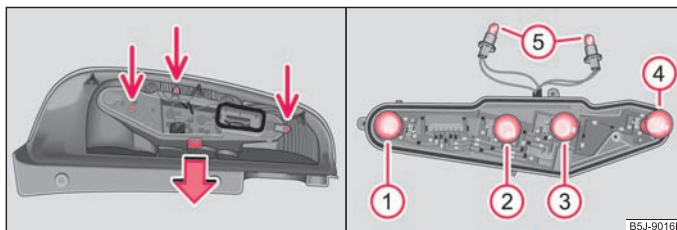

Fig. 171 Demontarea părții centrale a lămpii / Poziția de montare a becurilor
- Pentru a avea acces la lămpi, deșurubați partea de centru a lămpii și desprindeți fixajul ⇒ fig. 171.
- Pentru a înlocui becul luminii de staționare, rotiți dulia becului ⑤ până la limită spre stânga (în direcția săgeții de pe carcasă) și scoateți dulia din carcasă ⇒ fig. 171 spre dreapta.
- Înșurubați partea centrală a lămpii la loc în carcasă ⇒ fig. 171.
Disponerea becurilor din lampa din spate ⇒ fig. 171 dreapta.